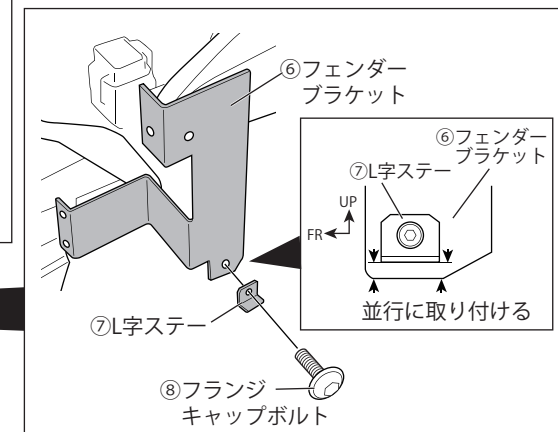

図6 ※左右共通作業 (図はLH)
7. 図6を参考に、⑨ヘッドライトのポジションランプハーネスに⑬ギボシ端子を取り付けます。
8. 図6を参考に、⑨ヘッドライトを⑩ヘッドライトリングに取り付けます。
9. 図6を参考に、組み付けた⑨ヘッドライトを⑪ランプブラケットに⑫キャップボルトで取り付けます。